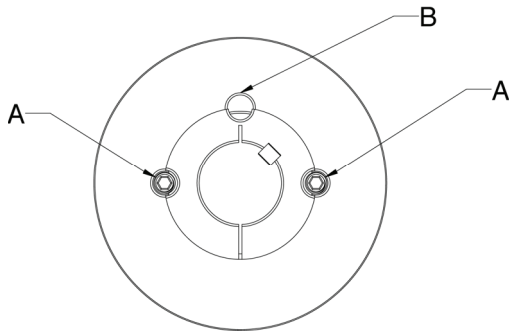

Рис. 31 Шкив с втулками № от 1008 до 3030
1. из отверстий, обозначенных буквой „А” (рис. 31 или 32) следует вывернуть винты с шестигранным гнездом